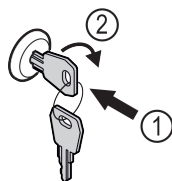

Fig. 140
- ▶ Πιέστε μέσα το κλειδί Fig. 140 (1).
- ▶ Περιστρέψτε το κλειδί 90° δεξιόστροφα Fig. 140 (2).